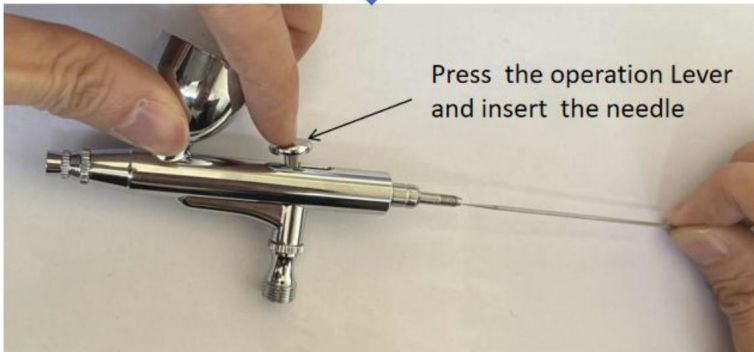

Abbildung 1-2.
1.2 Installieren Sie Nadel und Griff wie in Abbildung 1-2 und 1-3 gezeigt.